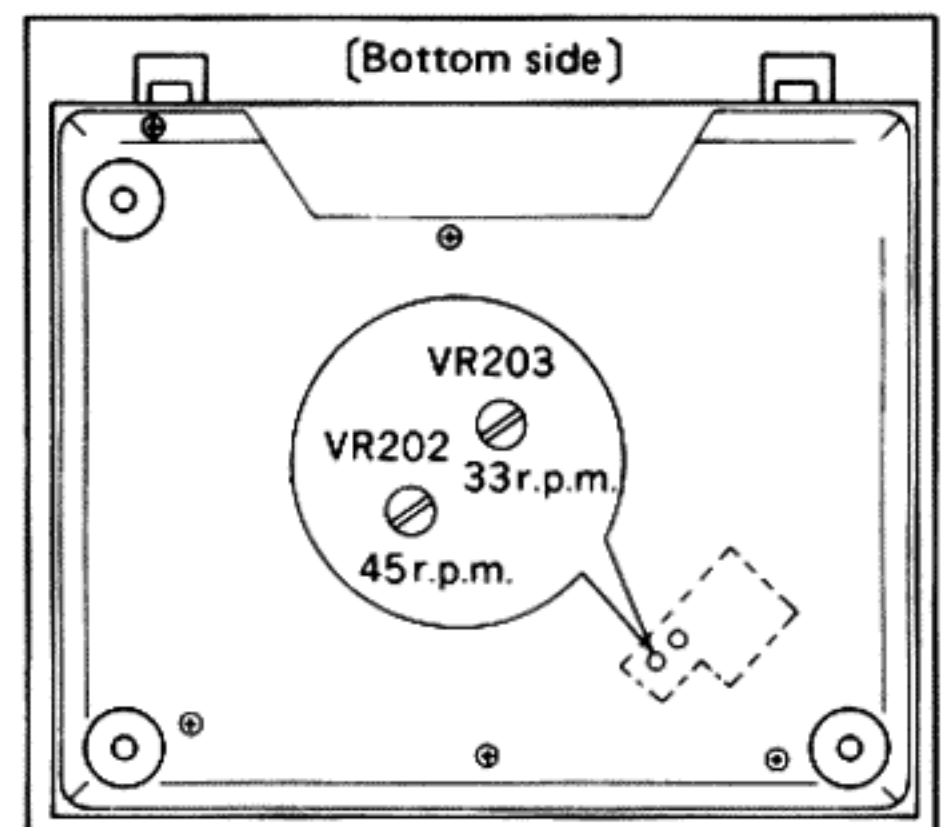

Fig. 16
## ● Adjustment of rotational speed (Fig. 16, 17)
### ● **Justierung der Drehzahl (Abb. 16, 17)**
- **Réglage de la vitesse rotationnelle (Fig. 16, 17)**
- **Ajuste de velocidad rotacional (Fig. 16, 17)**